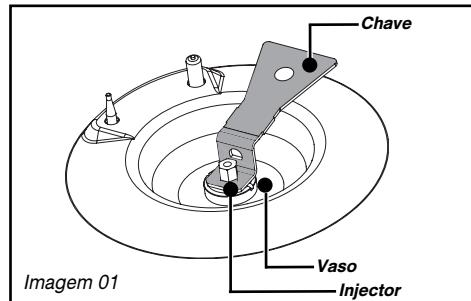

Imagen 01
- Com a chave fornecida, desaperte os injectores situados no fundo de cada vaso e depois retire-os (*Imagen 01*).